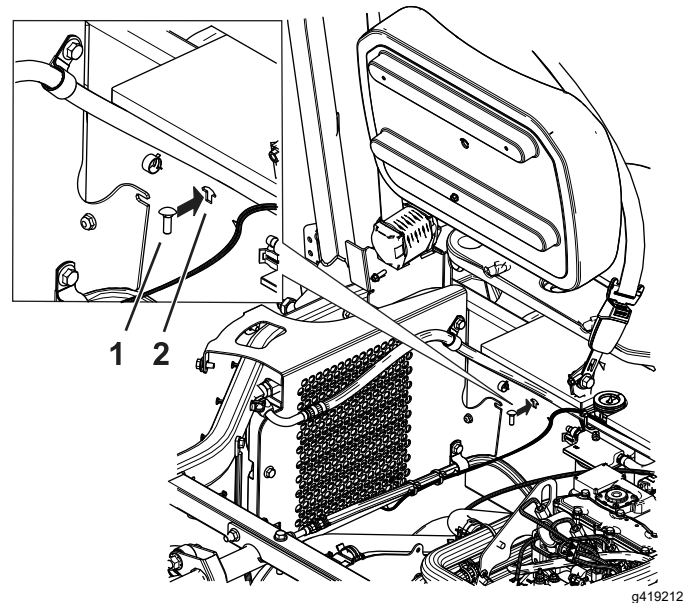

Bild 46
13. Bringen Sie bei Benzinmotoren die Schlossschraube ($\frac{1}{4} \times \frac{3}{4}$ ") und eine Sicherungsmutter ($\frac{1}{4}$ ") an der Maschine an; verwenden Sie hierfür die Aussparung für die Schlossschraube (Bild 46).